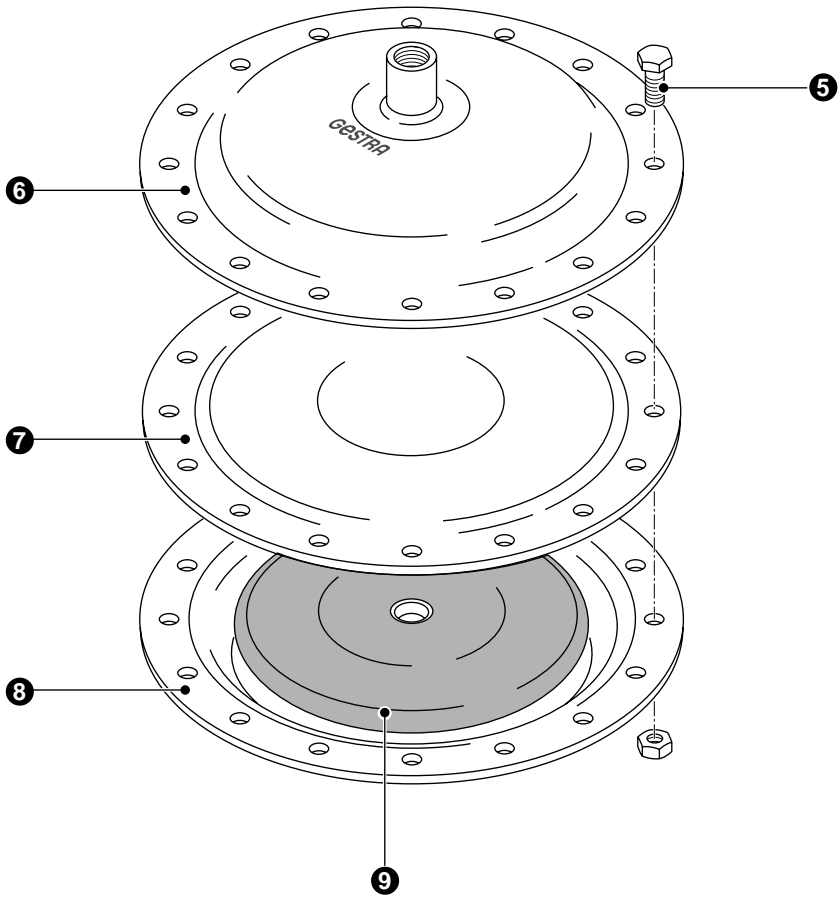

Fig. 9
2. Sechskantschrauben ⑤ und Sechskantmuttern lösen und herausnehmen. **Fig. 9**
3. Oberteil ⑥ des Membran-Antriebs abnehmen und reinigen.
4. Alte Steuermembran ⑦ herausnehmen. Unterteil ⑧ reinigen.
5. Neue Steuermembran ⑦ einlegen und auf dem Lochkreis des Unterteils positionieren.
6. Oberteil ⑥ aufsetzen und auf dem Lochkreis positionieren.
7. Sechskantschrauben ⑤ einsetzen, mit Sechskantmuttern verschrauben und über Kreuz mit **5 Nm** festziehen.
9. Dichtigkeitsprüfung vornehmen, bei Bedarf Sechskantschrauben ⑤ vorsichtig über Kreuz nachziehen.
10. Führungsbolzen ⑨ über den Schmiernippel an der Anschlussmuffe des Membran-Antriebs mit Schmiermittel einfetten (z.B. WINIX 5000).